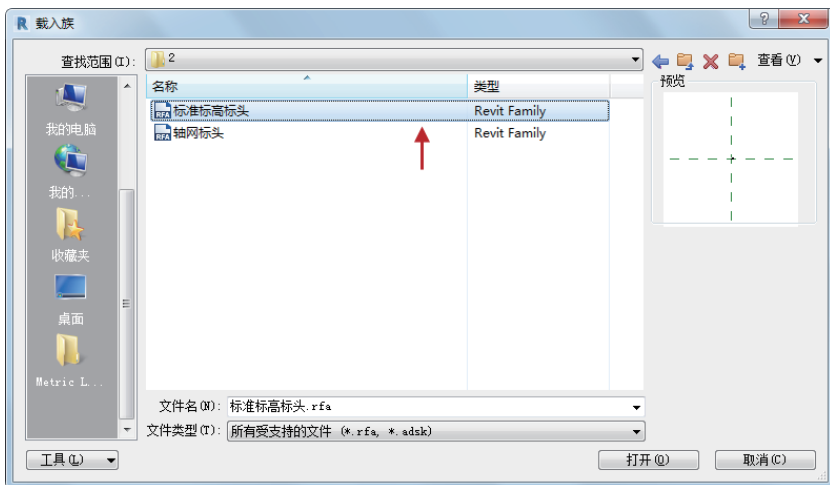

图2-50 选择文件
- 03 默认情况下，标高线的两端未显示标高标头，因为项目文件中没有标高标头族文件。切换至“插入”选项卡，在“从库中载入”面板中单击“载入族”按钮，弹出【载入族】对话框，选择文件，如图2-50所示，单击“打开”按钮，将符号载入到项目文件中。